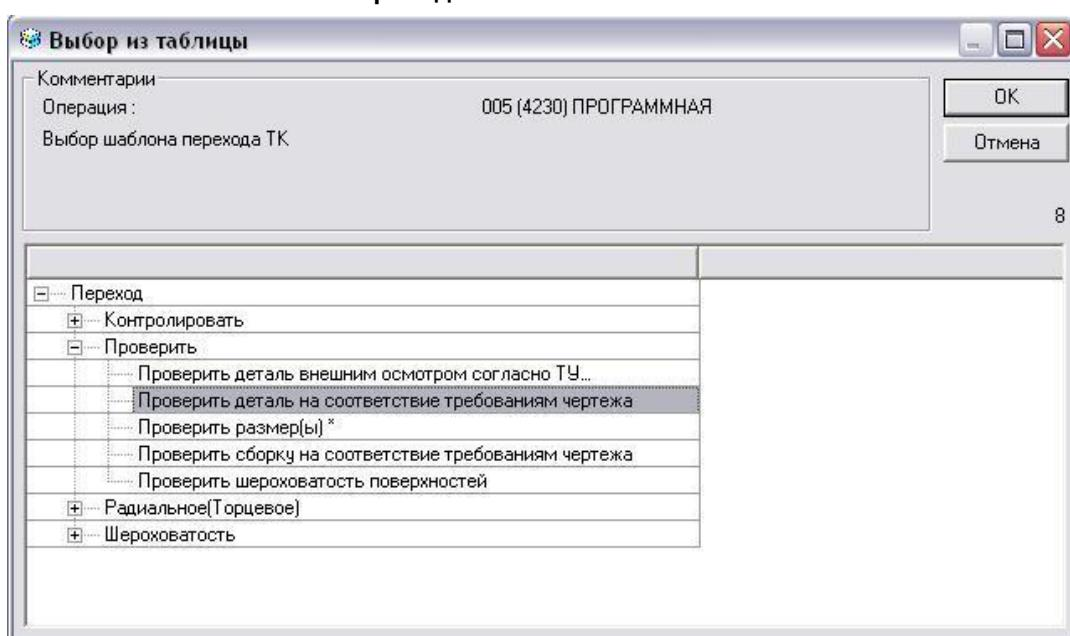

Рисунок 23. Выбор перехода
3. В появившемся окне выберите строчку «Проверить деталь на соответствие требованиям чертежа» (рис. 23).